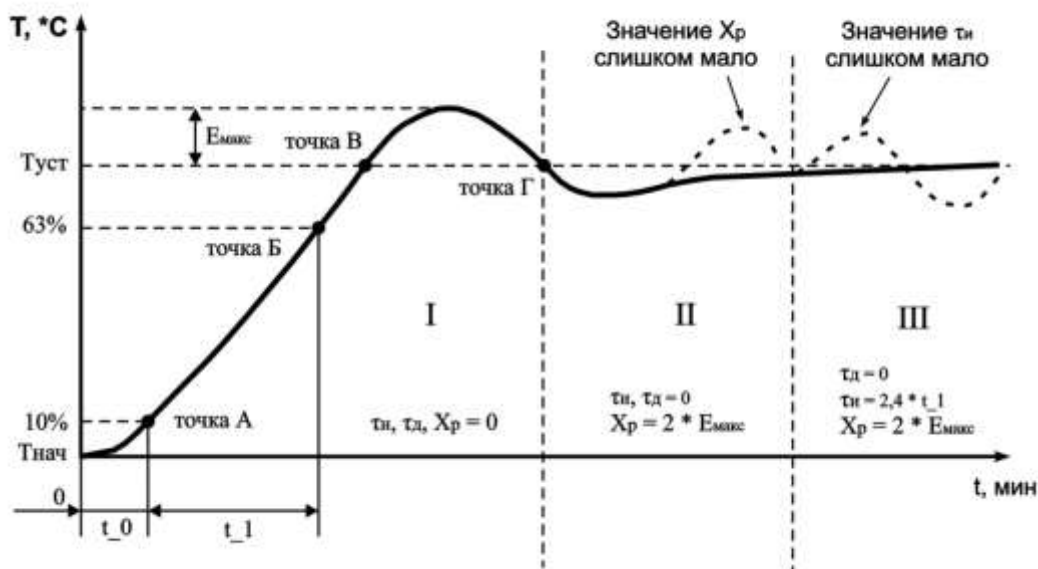

Рисунок 7.1 - Ручная настройка ПИД-регулятора
7.2.5.2.3 Установить значение параметра $cH 1 = 3$ ($cH 2$, $cH 3$, $cH 4$). После нажатия кнопки , на индикаторе отобразится мигающая надпись “ $P\bar{c}d$ ” с соответствующим индикатором номера настраиваемого канала в течении времени 10 сек (время может меняться в зависимости от установленного времени фильтра $F\bar{c} 1$, $F\bar{c} 2$, $F\bar{c} 3$, $F\bar{c} 4$). По окончании времени регулятор выдаст непрерывный максимальный выходной сигнал и на дисплее отобразится текущая температура с точкой в младшем разряде “xxx.”. В результате чего выходное реле нагрузки будет включено до тех пор, пока не будет достигнута величина температуры равная SP ($T_{уст}$). После выключения реле нагрузки (стадия I, точка В на рисунке 7.1) некоторое время температура по инерции будет продолжать увеличиваться. Как только контролируемая температура опустится ниже SP ($T_{уст}$), процесс автонастройки заканчивается (точка Г рисунок 7.1), на дисплее отображается непрерывная надпись “ $P\bar{c}d$ ”. TP-101 вычисляет коэффициенты ПИД регулятора: полосу пропорциональности X_p , постоянную времени интегрирования τ_i , постоянную времени дифференцирования τ_d . После окончания автонастройки необходимо нажатием кнопки  перевести прибор в режим программирования, в котором можно посмотреть и скорректировать полученные значения коэффициентов.
7.2.6.3.6 Измерить максимальное значение перерегулирования между точками В и Г (E_{\max} , рисунок 7.1).